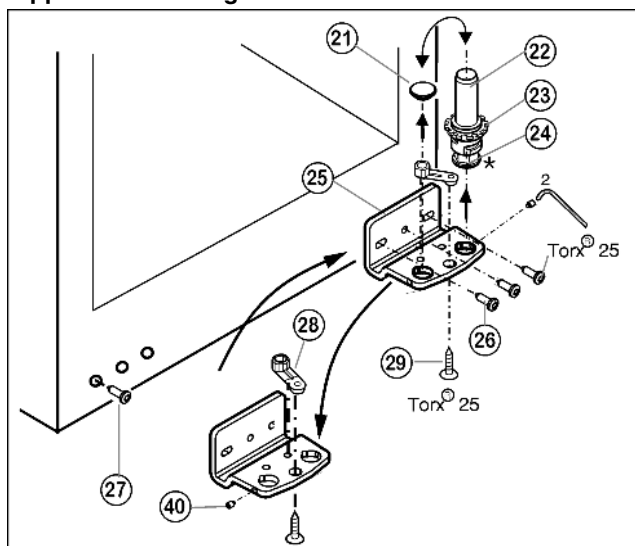

Fig. 6
- Svitare di circa 1 giro la vite di fermo Fig. 6 (40) con la chiave a brugola in dotazione.
- Togliere completamente il perno di supporto Fig. 6 (22) con lo spessore Fig. 6 (23) e il piedino di regolazione* Fig. 6 (24), estrarre tirando verso l'alto.
- Togliere il tappo Fig. 6 (21).
- Svitare il blocco di supporto Fig. 6 (25).
- Svitare completamente la vite di arresto Fig. 6 (40) e avvitare sul lato opposto nel blocco di supporto, finché non è a filo con il blocco di supporto.
- Svitare Fig. 6 (28) l'elemento di supporto Fig. 6 (29) e spostarlo nel foro di alloggiamento opposto, serrarlo nuovamente.
- Inserire nuovamente il tappo Fig. 6 (21) nell'altro foro.
- Svitare la Fig. 6 (27) vite e spostarla sul lato opposto.
- Fissare nuovamente il blocco di supporto Fig. 6 (25) sul nuovo lato cerniere, eventualmente servendosi di un avvitatore a batteria (**a 4 Nm**).
- Inserire nuovamente il perno di supporto Fig. 6 (22), con lo spessore e il piedino di regolazione*.
- Serrare la vite di fermo Fig. 6 (40).
- Appoggiare la porta inferiore dall'alto sul perno di supporto in basso Fig. 6 (22).
- Se necessario, allineare la porta sopra le due asole nel blocco di supporto in basso Fig. 6 (25) a filo con l'involucro dell'apparecchio. Svitare la vite centrale.